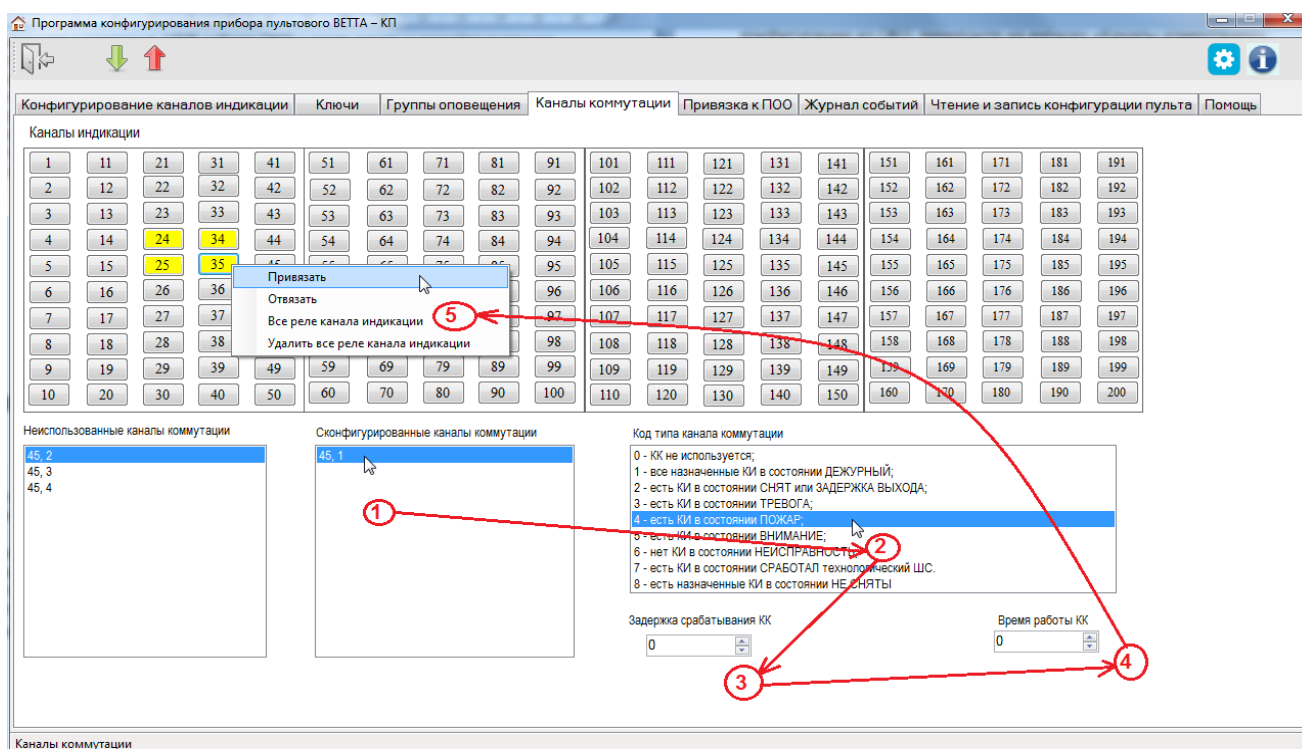

Рис. 28. Порядок действий при настройке канала коммутации блока реле «ВЕТТА-БР»
- 4) После завершения чтения текущей конфигурации и запуска основного окна программы-конфигуратора, перейдите на вкладку «Каналы коммутации» (Рис. 28).
6) Для настройки канала коммутации перетащите его из списка «Неиспользованные каналы коммутации» в список «Сконфигурированные каналы коммутации» (Рис. 28, шаг 1).
– выберите условие срабатывания канала коммутации из списка (Рис. 28, шаг 2),
– выберите задержку срабатывания канала коммутации, в секундах (при нулевом значении – задержка отсутствует; Рис. 28, шаг 3),
– выберите длительность пребывания канала коммутации в сработавшем состоянии, в секундах (при нулевом значении – длительность без ограничения; Рис. 28, шаг 4).
9) Вызовите правой кнопкой мыши контекстное меню и выберите команду «Привязать» (Рис. 28, шаг 5).